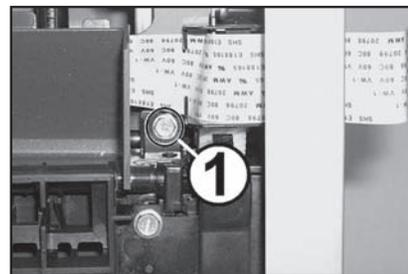

Рис. 26
2. Откручивают два самореза (1 и 2 на рис. 25) крепления узла термозакрепления на задней стороне устройства и один саморез (1 на рис. 26) — на верхней правой стороне.